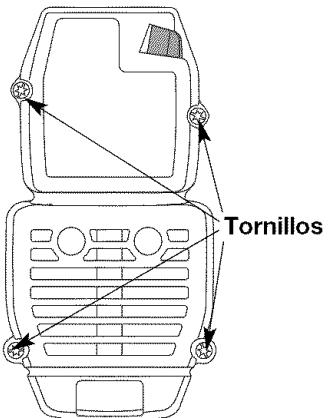

Fig. 14
1. Saque los cuatro (4) tornillos que sostienen la cubierta del silenciador / filtro de aire (Fig. 14). Use un destornillador de vástago plano o de broca Torx N° T20.
- Inserte los cuatro (4) tornillos en los orificios de la cubierta del silenciador / filtro de aire (Fig. 14) y ajústelos. No los ajuste demasiado.
- Reinstale la tapa del filtro de aire / silenciador (Fig. 14).